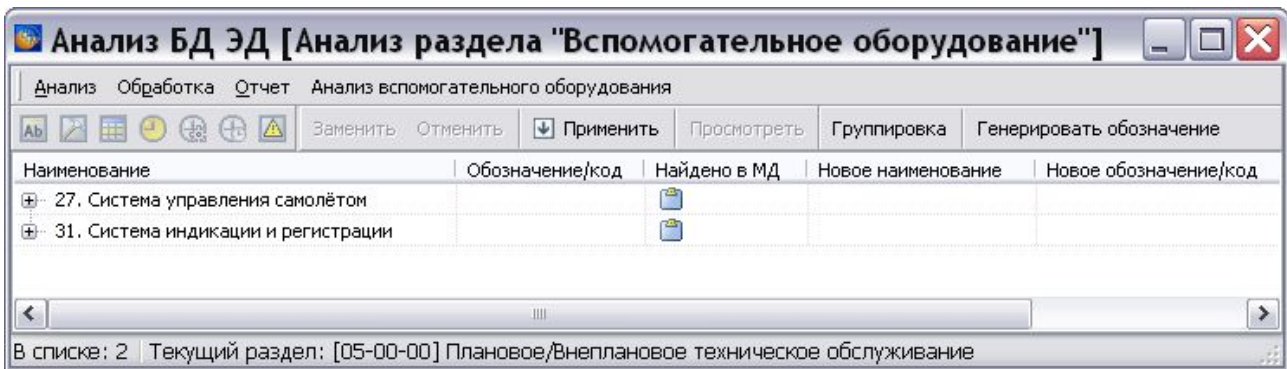
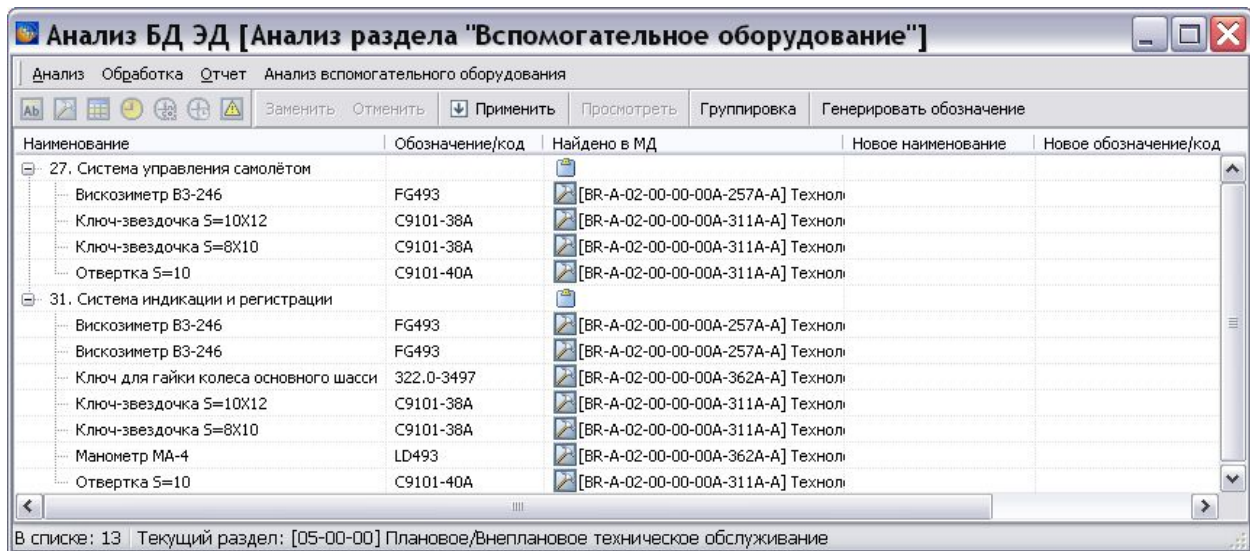
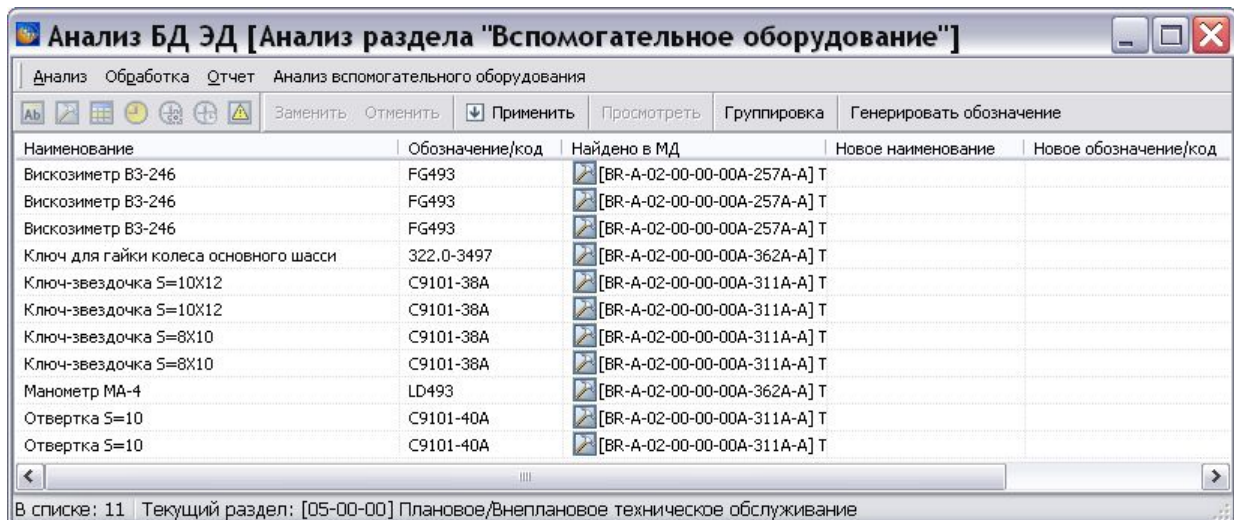

Рис. 8.169
Рис. 8.170
Рис. 8.171
Окно содержит флаг **Разбить результаты анализа по группам работ**. При установленном флаге вспомогательное оборудование, найденное в техкартах, будет сгруппировано по группам работ (Рис. 8.169, Рис. 8.170). При сброшенном флаге всё найденное вспомогательное оборудование будет показано одним списком (Рис. 8.171).
4. Установите или сбросьте флаг, согласно требованиям к представлению результатов анализа, и нажмите на кнопку **Применить**. При этом проводится обработка информации, и после ее окончания происходит возврат в окно **Анализ БД ЭД [Анализ раз дела «Вспомогательное оборудование»]**. На Рис. 8.169 показан результат анализа с разбивкой по группам работ.
Для просмотра данных о вспомогательном оборудовании, относящемся к соответствующей группе работ, нажмите на знак ⊕ слева от названия группы работ (Рис. 8.170).
На Рис. 8.171 показан результат анализа без разбивки по группам работ.